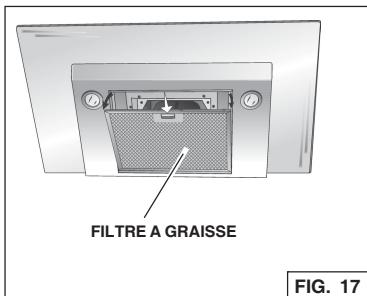

FIG. 17
1. Pour ôter le filtre ANTI-GRAISSE, saisir la languette de verrouillage et la tirer vers le bas. Le filtre se dégagera ainsi de la hotte. Le faire balancer vers le bas et le retirer. Fig. 17.
2. Pour installer le filtre ANTI-GRAISSE, aligner les languettes arrière du filtre sur les fentes dans la hotte. Tirer la languette de verrou, pousser le filtre en place et relâcher. S'assurer que le filtre est solidement engagé après l'installation. Fig.17.